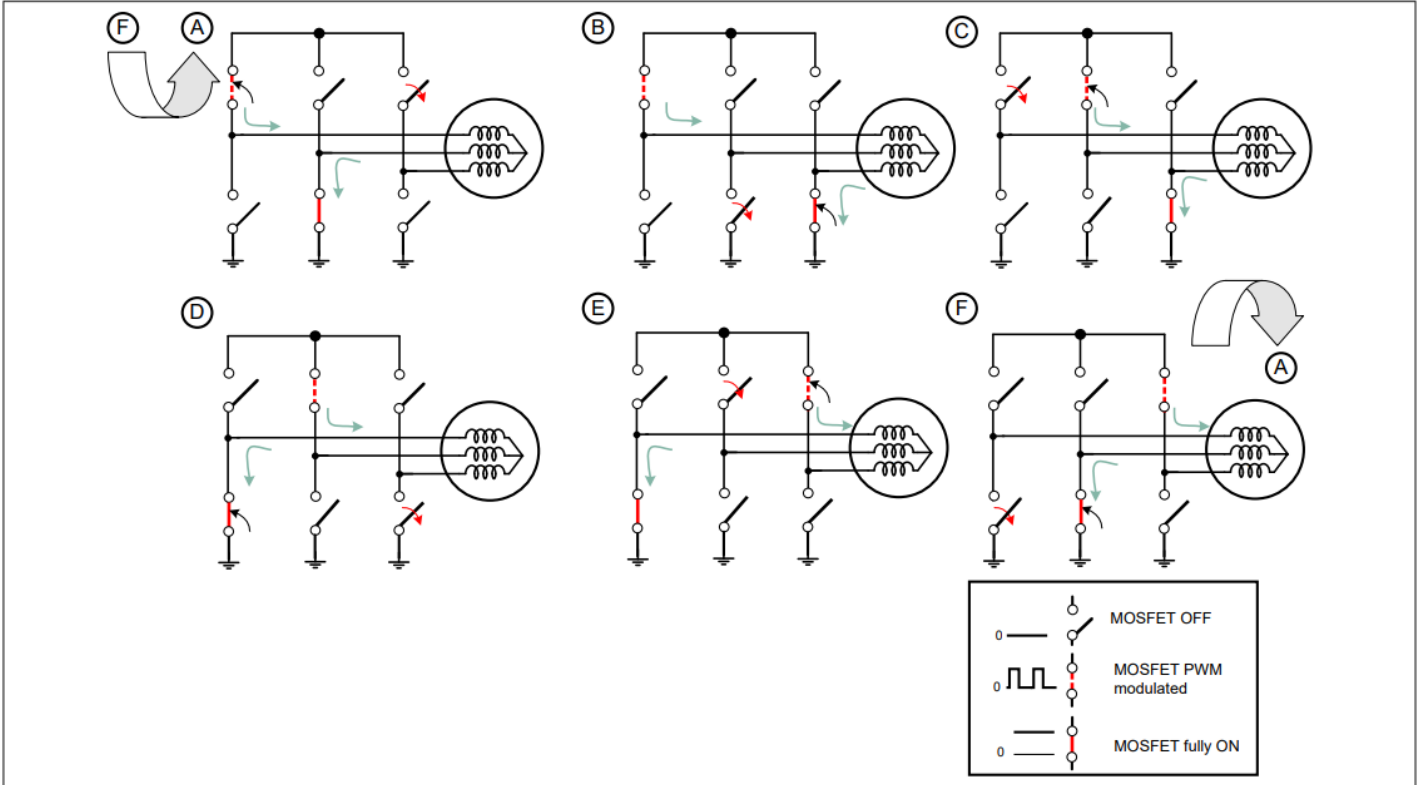

图7 6态开关概览，此处为了简化起见仅表示二极管续流模式，仅考虑单方向
- GHA、GLA、GHB、GLB、GHC、GLC - 高侧和低侧的 PWM 输出信号。图 7 给出了换向状态的示意图。